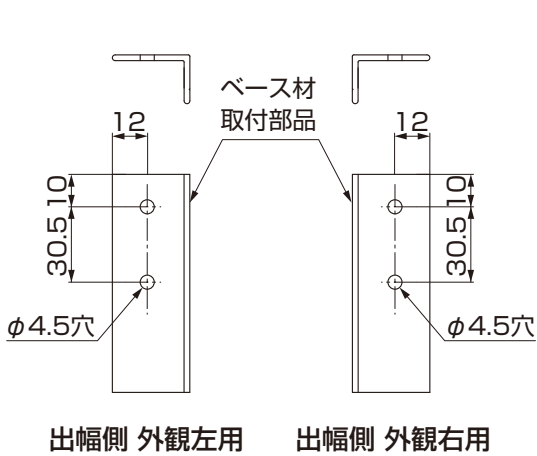

図10-5 ベース材取付部品躯体側の加工
- ①ベース材取付部品にφ4.5の穴加工をしてください。(図10-5参照)
- ②ベース材取付部品を躯体に【20-2】、【20-3】、柱に【20-1】で取付けてください。